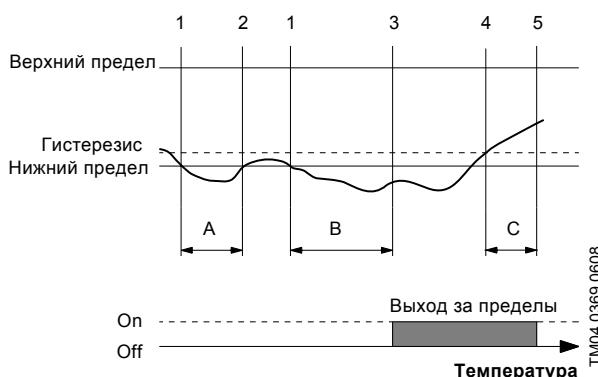

Рис. 35 Пример выхода за нижний предел
Данная функция является функцией контроля, она выдаёт информацию, предупреждение или аварийный сигнал при превышении нижнего или верхнего предельного значения. См. рис. 35.
Таймер задержки обнаружения запускается при выходе за предельное значение (1). См. рис. 35. Данный таймер является настраиваемым.